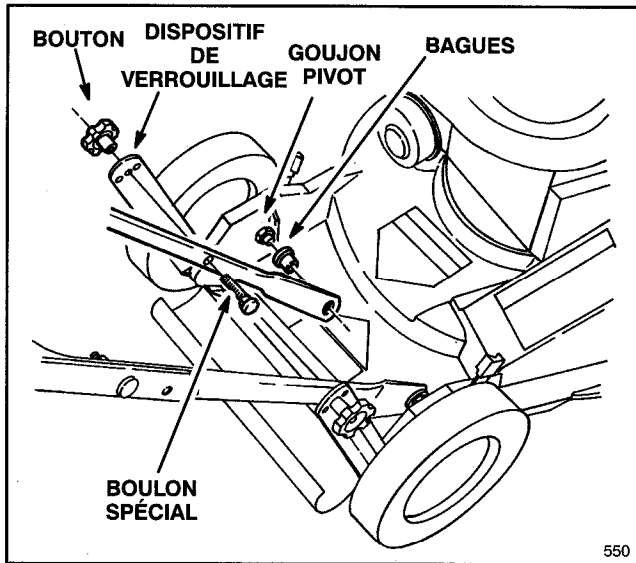

Figure 1
1. GUIDON INFÉRIEUR – Enfoncer les douilles dans les trous inférieurs du guidon inférieur (Fig. 1).
2. Serrez les extrémités du guidon inférieur ensemble et installer sur les goupilles pivot (Fig. 1).
3. Positionner les pattes de verrouillage (Fig. 1) de manière à ce que leurs trous soient alignés sur ceux du guidon.
4. Insérer les boulons traversants dans les pattes et le guidon. Installer les boutons à l'extérieur du guidon et serrer fermement (Fig. 1).